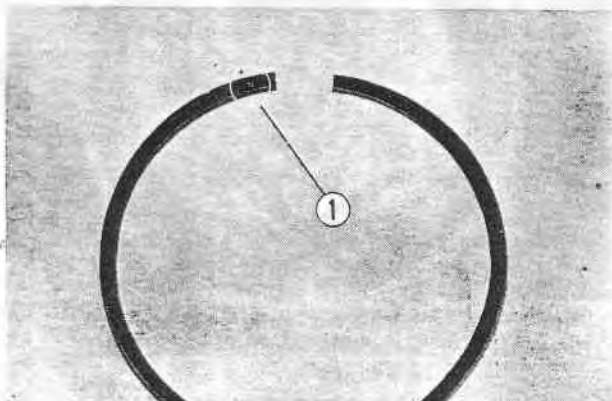

Fig. 3-66 ① Marque du fabricant
2. Le segment doit être mis en place avec la marque du fabricant, située à l'une des extrémités du segment, tournée vers le haut. (Fig. 3-66)